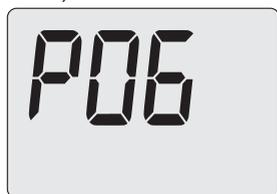

Figura 9.14
- Desplace los parámetros mediante los botones 13 o 14 hasta que aparezca en el display LCD el código **P06**, indicando que se ha entrado en el "parámetro P06" (Figura 9.14).